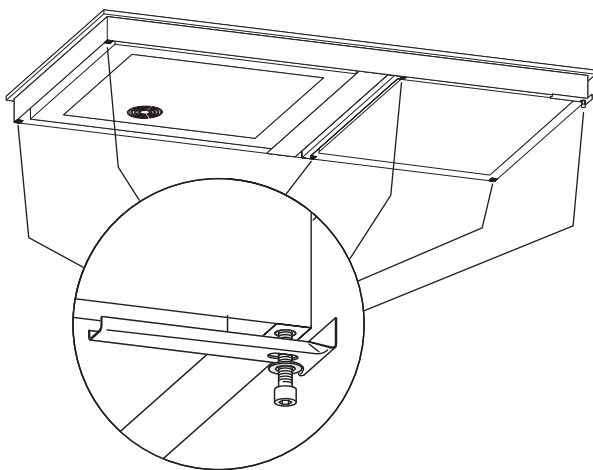

Abb. C-5 Festziehen der Montagebügel
- Bringen Sie die mitgelieferten Montagewinkel an der Unterseite des Geräts an (siehe Abbildung C-5).